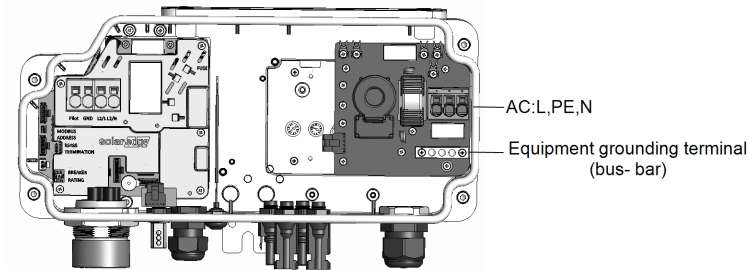

Abbildung 12: Anschlusseinheit innen
- Führen Sie den Masseleiter in die Erdungssammelschiene der Anlage ein (siehe *Abbildung 12*).